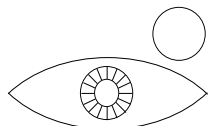

Bild 2. Öga och lins.
7. Sedan läggs en utklippt "kontaktlins" av samma sorts overheadfilm på "ögat" (Bild 2).